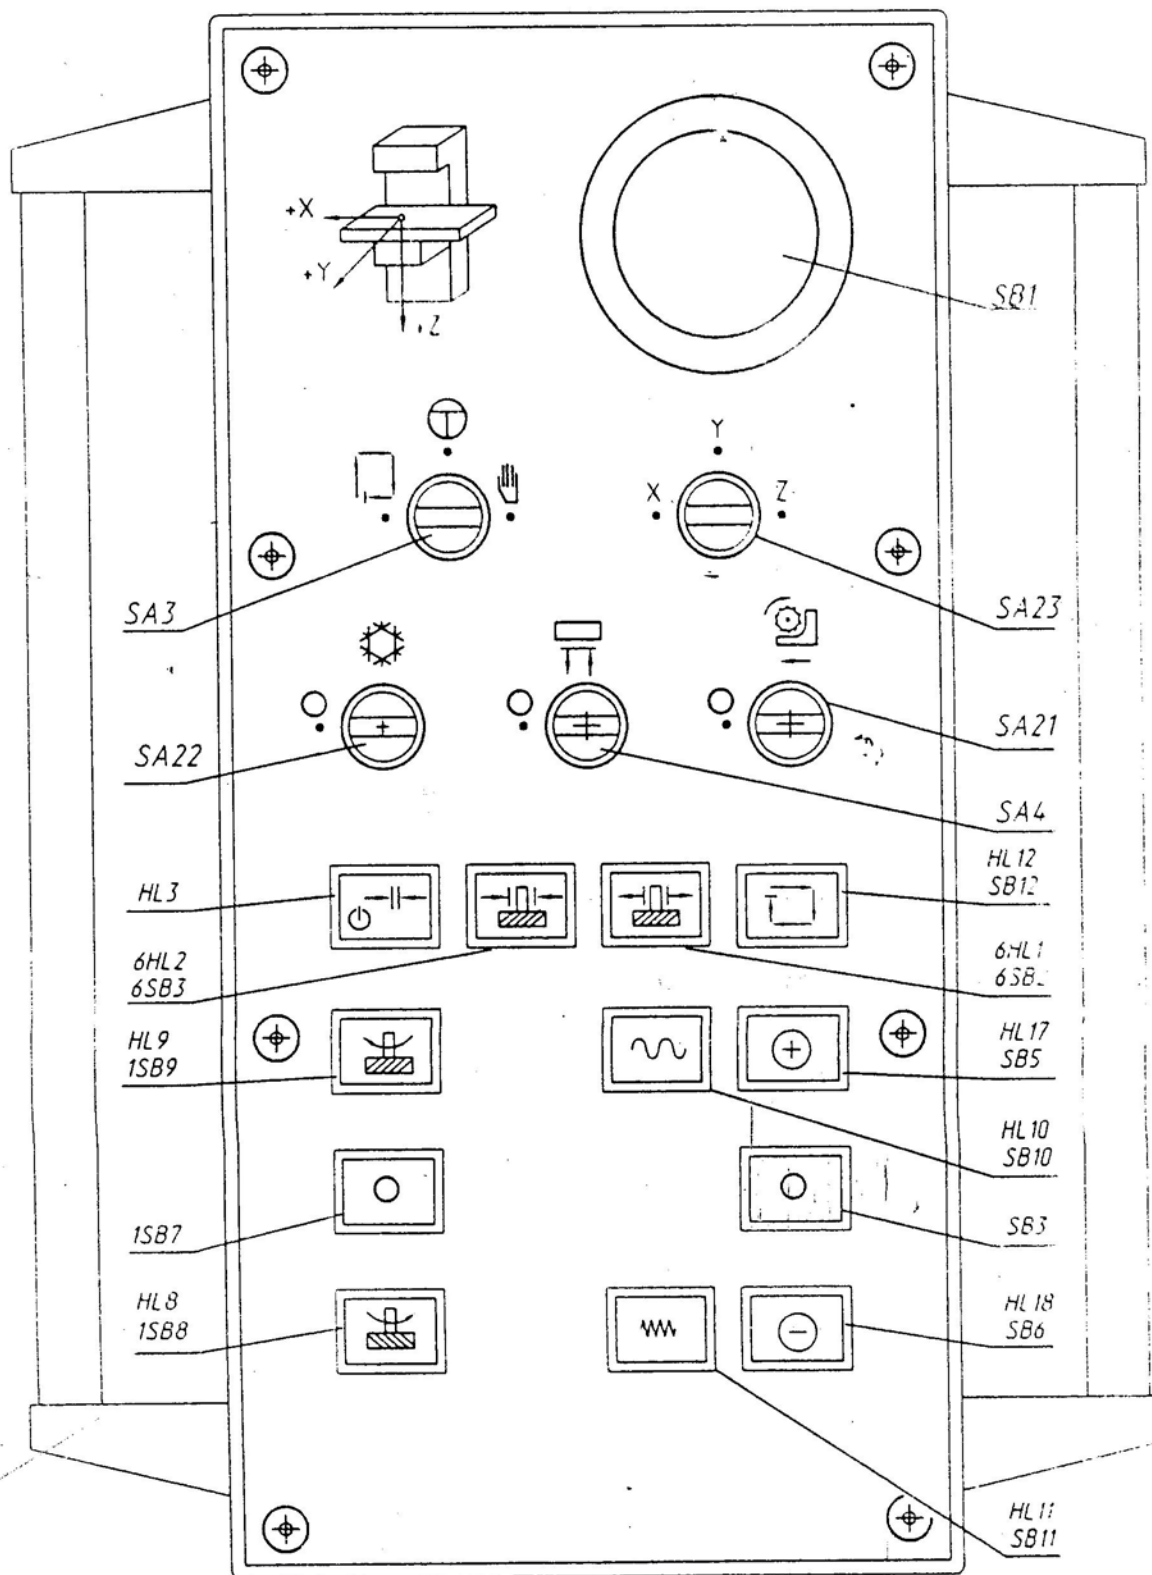
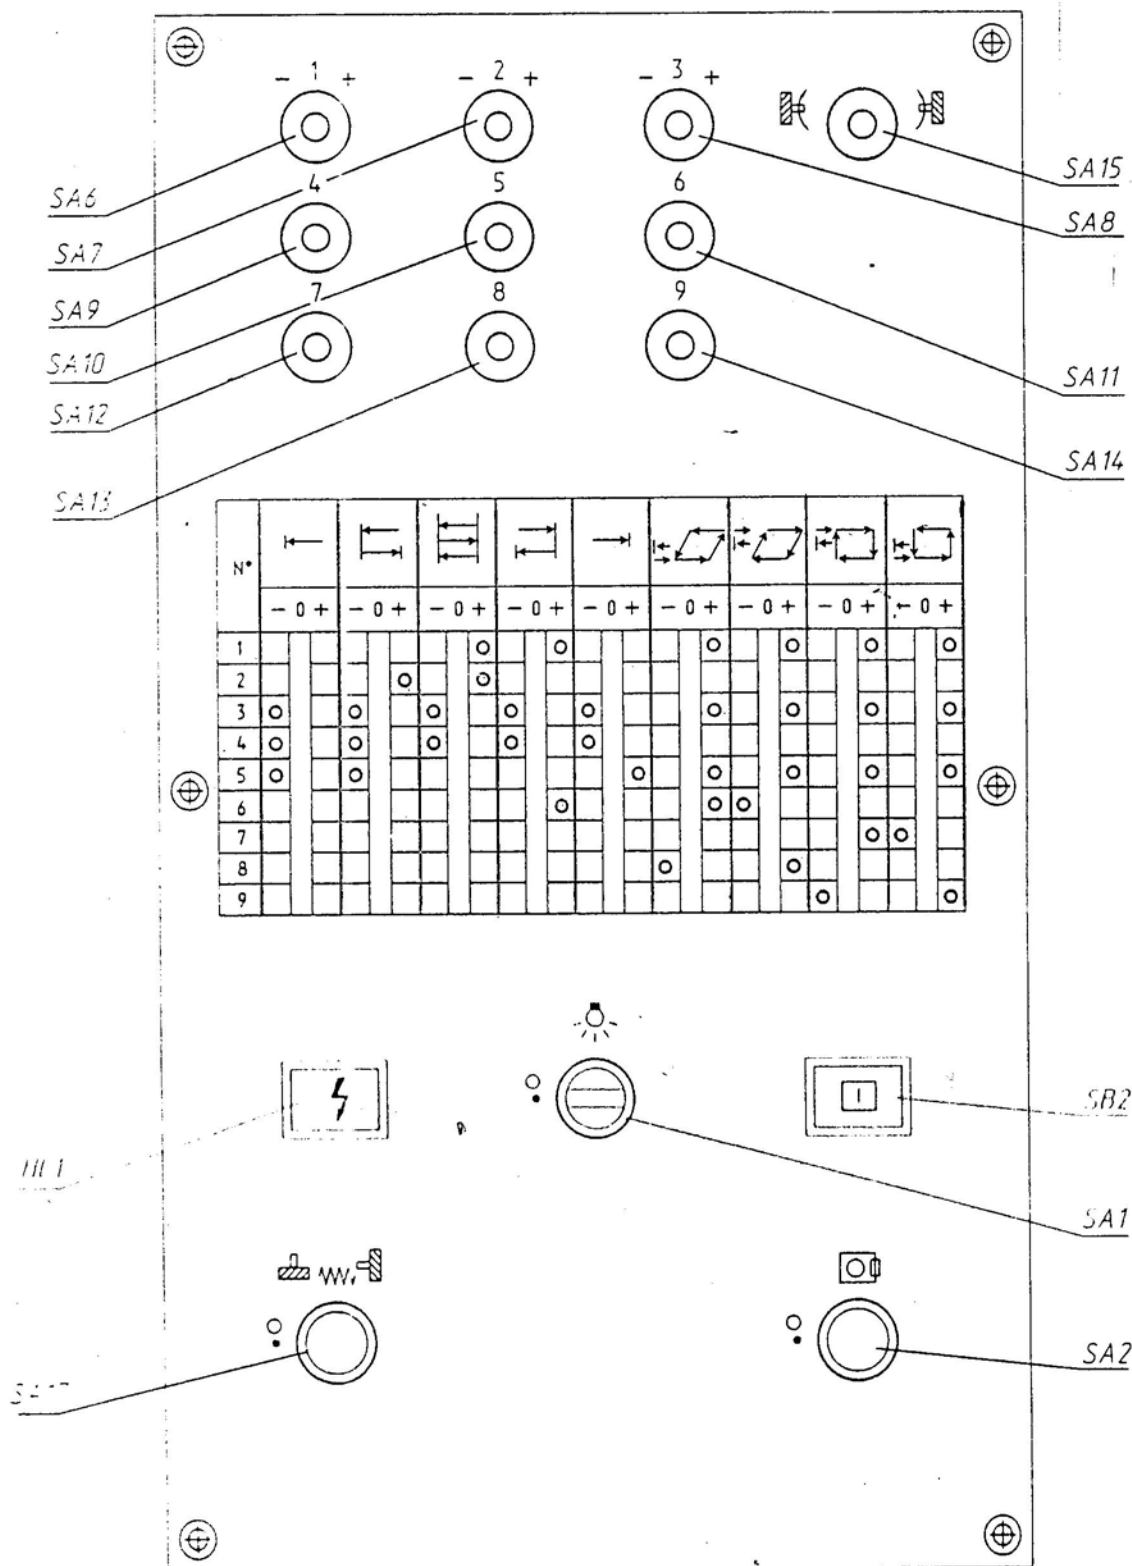

Рисунок 7.1 Пульт управления станка мод. FSS350R/FSS450R
Рисунок 7.2 Панель управления станка мод FSS350R/FSS450R
Элементы электрического управления и индикации расположены на пульте управления станком (рисунок 7.1), на панели управления, встроенной в электрошкаф (рисунок 7.2) и на станке. В электрошкафу находится вводный автоматический выключатель QF1 с запирающим устройством.
- включить главный выключатель QF1 (контролируется индикаторной лампочкой HL1 на панели электрошкафа (рисунок 7.2)).
- включить кнопку SB2 "Пуск" на панели управления электрошкафа (рисунок 7.2).
При нажатии на кнопку аварийного отключения SB1, находящуюся на пульте управления (рисунок 7.1) прекращаются все движения станка.
При повторном включении станка причину, вызвавшую его аварийную остановку, следует немедленно устранить. После этого следует аварийную кнопку SB1 деблокировать. Повторное включение управления осуществляется нажатием на кнопку SB2 панели управления электрошкафа (рисунок 7.2).
Нажатием на кнопку SB3 пульта управления (рисунок 7.1) отключаются все перемещения стола.
- переключатель режимов работы SA3 установить в положение "Ручное". Дальнейшая работа станка производится с помощью кнопок, расположенных на пульте управления (рисунок 7.1) и на панели управления (рисунок 7.2) электрошкафа.
Направление перемещений по соответствующим осям видно из схемы на пульте управления (рисунок 7.1). Так как при подаче предварительный выбор направления отсутствует, то при нажатии на кнопки " + " или " - " осуществляется подача в соответствующем направлении. (Это происходит в случае, если не выбиралась предварительно скорость, указанная в п.2). Шпиндель включается кнопками 1SB8 и 1SB9 по выбору оператора.